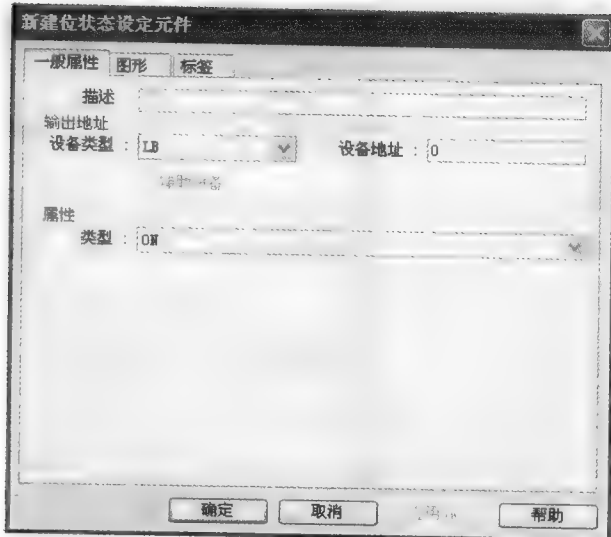

图 7-29 位状态设定
3) 位状态设定元件: 位状态设定是通过触控面板, 使指定的位软元件执行 ON/OFF 状态切换的控制元件。其设定如图 7-29 所示。